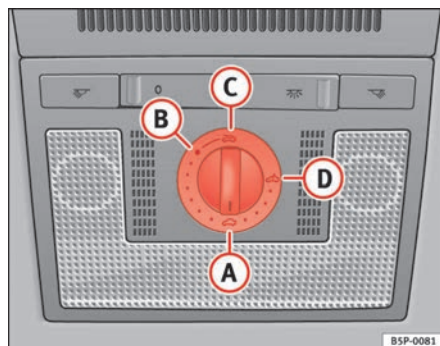

Abb. 68 Detailansicht des Dachhimmels: Drehschalter Schiebe-/Ausstelldach
- Drehen Sie den Drehschalter in Stellung **A** ⇒ Abb. 68 ⇒ ⚠.